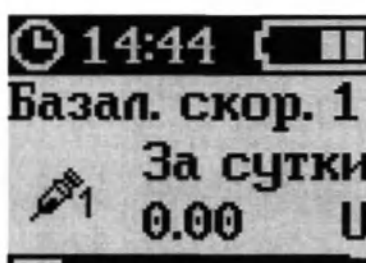

Рисунок 74 – Экран «БАЗАЛ. СКОР. 1»
2. Кнопками «ВВЕРХ» или «ВНИЗ» выбрать пункт «БАЗАЛ. СКОР. 1». (Аналогично и для «БАЗАЛ. СКОР. 2», «БАЗАЛ. СКОР. 3», «БАЗАЛ. СКОР. 4», «БАЗАЛ. СКОР. 5») (рисунок 74).